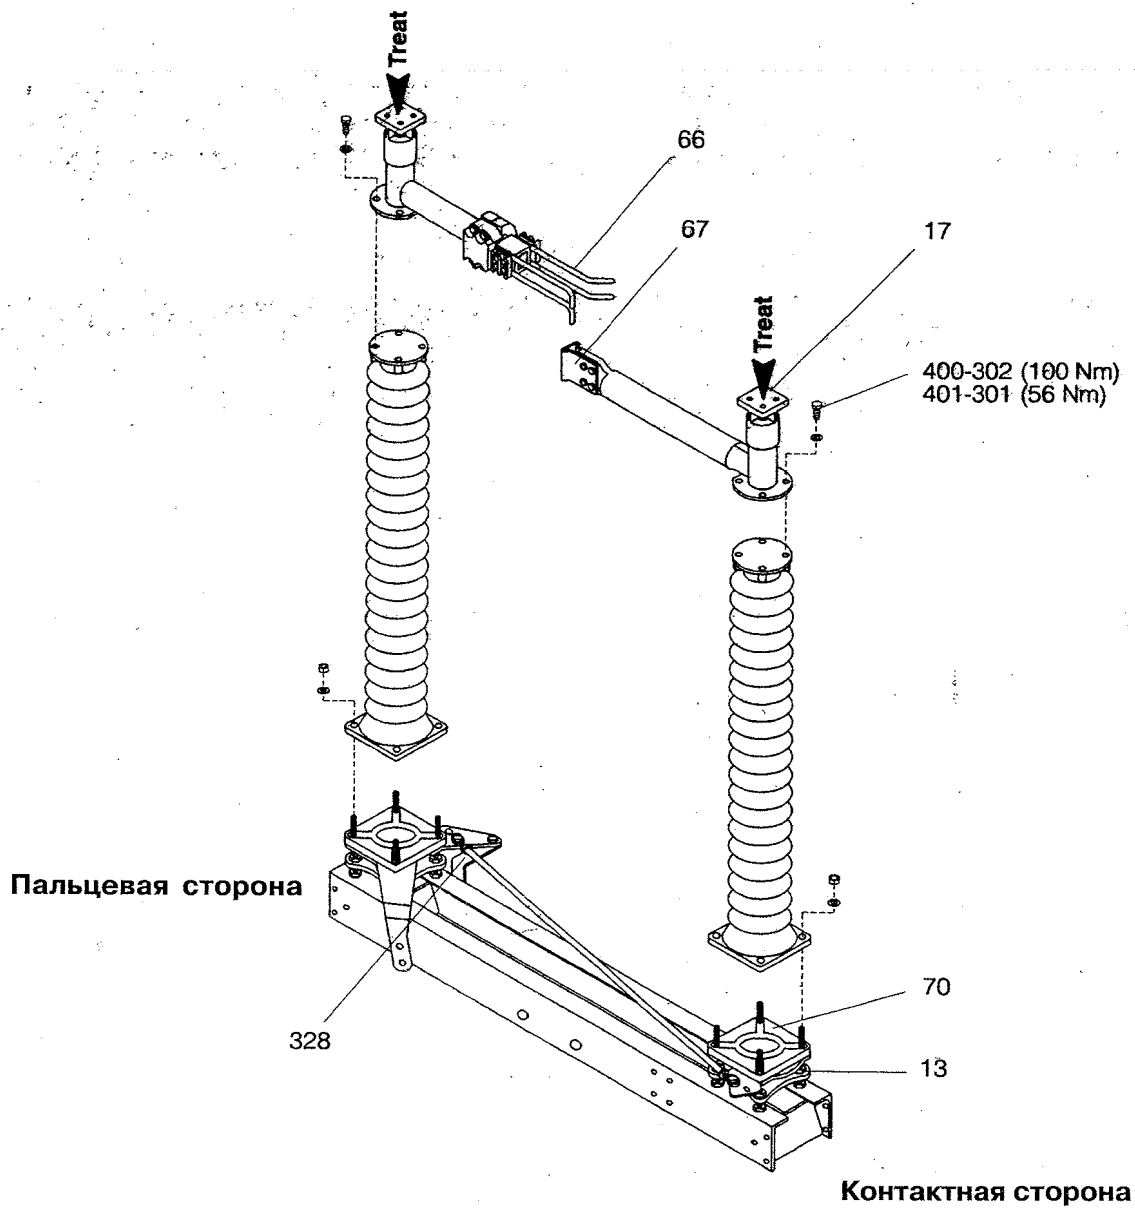
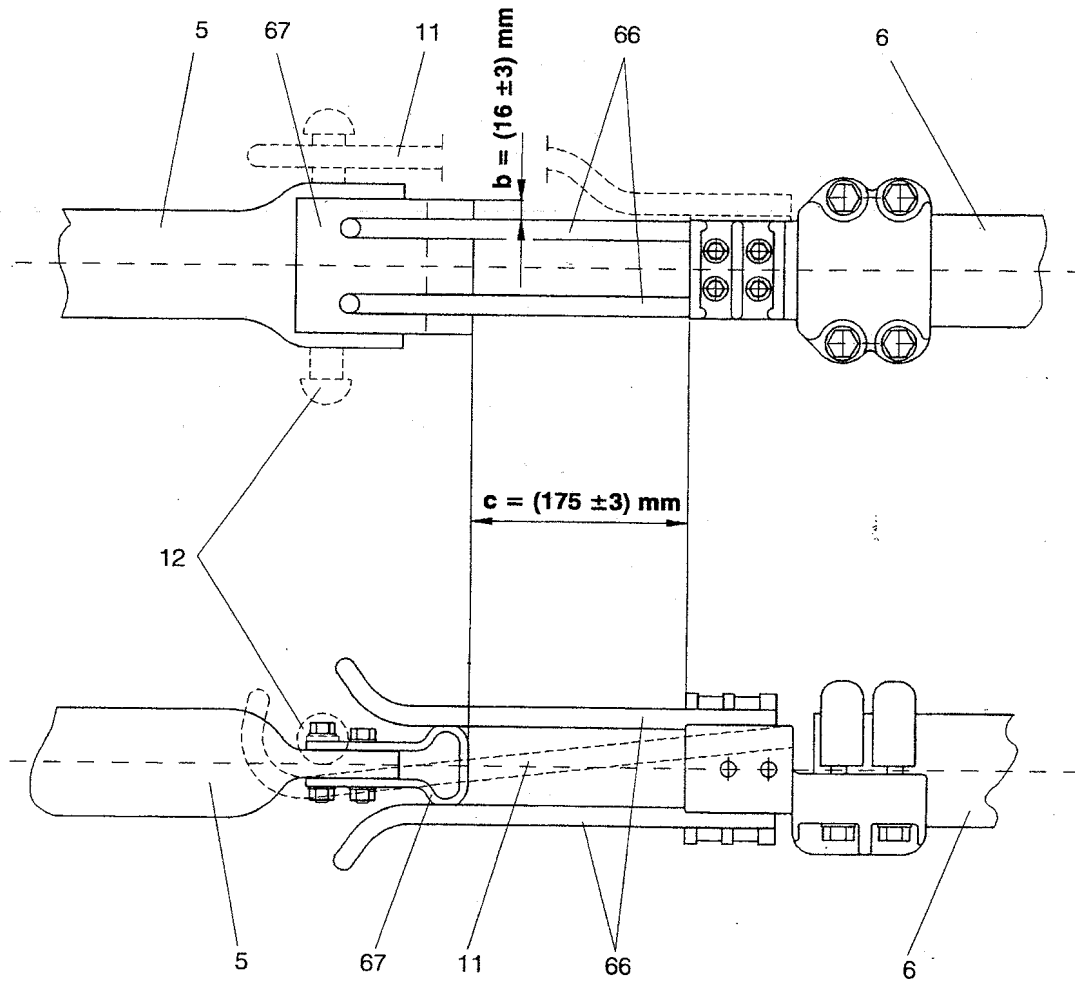

Рисунок 28: Установка тяг разъединителя; раздельная установка. Общий вид
Рисунок 36: Установка тяг разъединителя: главные контакты разъединителя, регулировка размеров
4. Удалите транспортные угольники (328) с полюса разъединителя — Рис. 28
5. Установите приводной механизм (75) вручную в положение «Включено»
14. Если сцепление контактов происходит неровно, тогда ослабьте фиксирующие болты токопроводов (400-302, 401-301) в положении «Включено» и затяните снова — Рис. 28; затем повторите шаг 12
15. Обработайте контактные поверхности высоковольтных вводов (170) — Рис. 28
19. Отрегулируйте расстояния в контактной зоне (размеры «b» и «c») — Рис. 36 если необходимо посредством шпилек (13) поворотных оснований (70) — Рис. 28